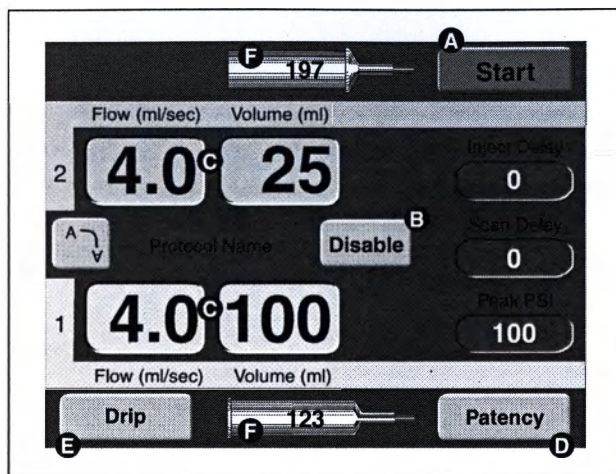

Рисунок 3-2-12 Кнопки активного основного экрана шприцевого насоса и определения
См. рисунок 3-2-12.
Для получения доступа к экрану контроля проходимости, показанному на рисунке 3-2-13, нажмите клавишу [Patency] **D**, расположенную на активном основном экране (см. рисунок 3-2-12).
Для получения доступа к экрану капельного режима, показанному на рисунке 3-2-14, нажмите клавишу [Drip] ①, расположенную на активном основном экране (см. рисунок 3-2-12).